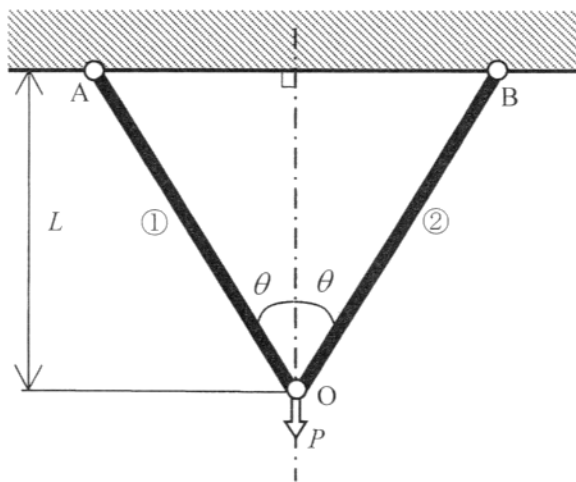
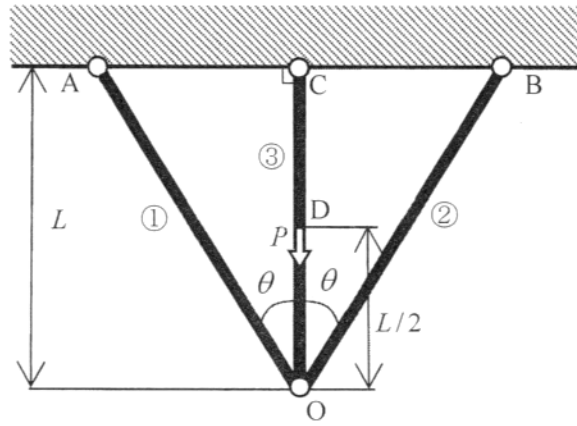

図 1-4
図 1-6
- (1) 図 1-4 に示すように長さ $\frac{L}{\cos \theta}$ の棒①と棒②を鉛直方向軸に対して左右対称に角度 θ をなして配置しトラス構造を作製した．点 O に鉛直下向きに荷重 P を加える．そのときの点 O の変位を求める下記の記述の (a) ～ (e) に入る適切な式あるいは語句を答えよ．
- (2) 図 1-4 のトラス構造の対称軸上に長さ L の棒部材③を加えて図 1-6 に示すトラス構造を構成した．棒③の中央点 D に鉛直下向きに荷重 P を加えた．点 O の変位と，棒①に生じる軸応力および棒③に生じる軸応力を求めよ．